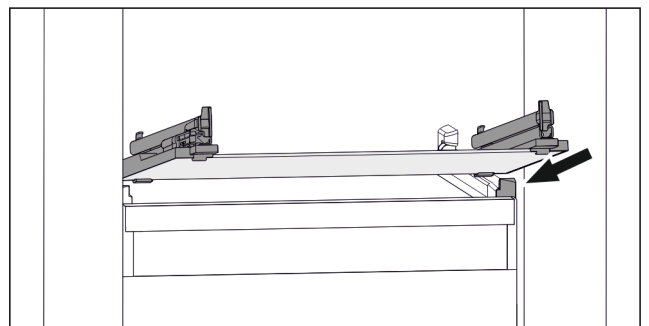

Fig. 134 Primjerni prikaz staklene ploče
- ▶ Stavite ladicu ukoso iza zaustavljača. (pogledajte Fig. 134)